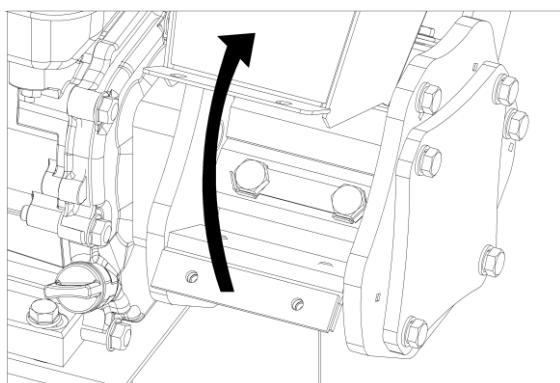

Рисунок 7
4. Откиньте вперед корпус загрузочного желоба (Рис. 7).